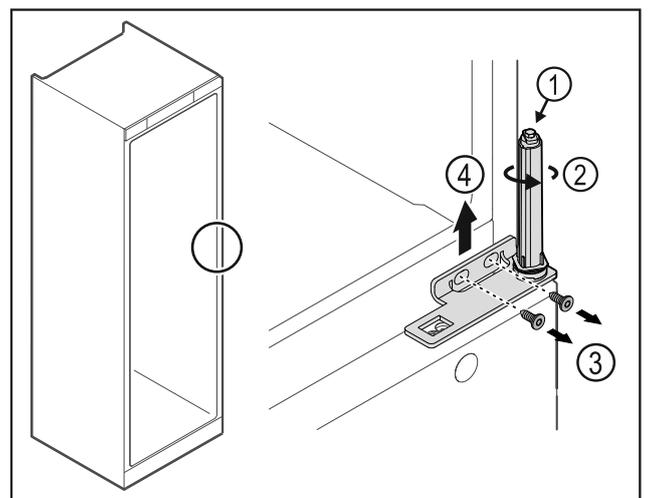

Fig. 33
- Ne pas désassembler le système de fermeture de la porte Fig. 33 (1).
- Tourner le système de fermeture Fig. 33 (2) jusqu'à entendre un clic.
► Desserrer les vis Fig. 33 (3) et retirer l'équerre de charnière par le haut Fig. 33 (4).